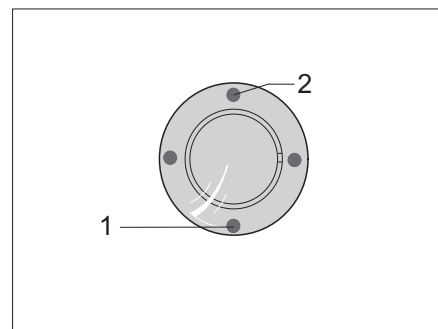
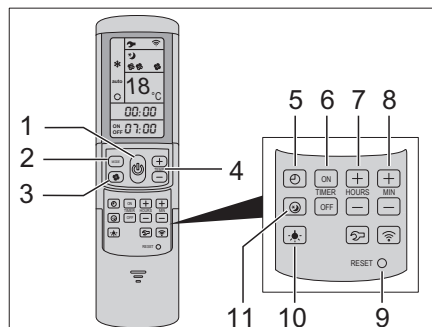

Bild 116 IR-Empfänger/Funktionsanzeige
Bild 117 Fernbedienung
Die Klimaanlage ist auf dem Dach des Fahrzeugs angebracht. Die Fernbedienung (Bild 117) für die Klimaanlage befindet sich im Küchenbereich.
- Fahrzeug an die 230-V-Versorgung anschließen. Die Klimaanlage ist betriebsbereit. Die blaue LED (Bild 116,1) leuchtet.
- Zum Einschalten die Taste (Bild 117,1) auf der Fernbedienung drücken. Die blaue LED (Bild 116,1) blinkt.
- Die gewünschte Betriebsart mit der Taste MODE (Bild 117,2) einstellen.
- Bei Bedarf mit der Taste (Bild 117,3) die gewünschte Gebläsestufe und mit den Tasten (Bild 117,4) die Raumtemperatur einstellen.
Im Kühlbetrieb: Ist die auf der Fernbedienung eingestellte Temperatur erreicht, erlischt die blaue LED (Bild 116,1), der Kompressor schaltet ab und das Umluftgebläse läuft weiter.
Im Heizbetrieb: Ist die auf der Fernbedienung eingestellte Temperatur erreicht, erlischt die gelbe LED (Bild 116,2), der Kompressor schaltet ab und das Umluftgebläse läuft weiter. Wird die eingestellte Raumtemperatur unterschritten, schaltet das Gerät automatisch wieder auf Heizbetrieb.
- Zum Ausschalten die Taste (Bild 117,1) auf der Fernbedienung erneut drücken.
- Zum Programmieren die Klimaanlage mit der Taste (Bild 117,1) auf der Fernbedienung einschalten.
- Mit der Taste (Bild 117,2) die gewünschte Betriebsart und mit den Tasten (Bild 117,4) die Raumtemperatur einstellen.
- Mit den Tasten (Bild 117,6) die gewünschte Funktion auswählen:
- Mit den Tasten (Bild 117,7 und 8) die gewünschte Schaltzeit wählen (15 Minuten bis 24 Stunden).
- Einstellung mit den Tasten "ON" oder "OFF" (Bild 117,6) bestätigen.